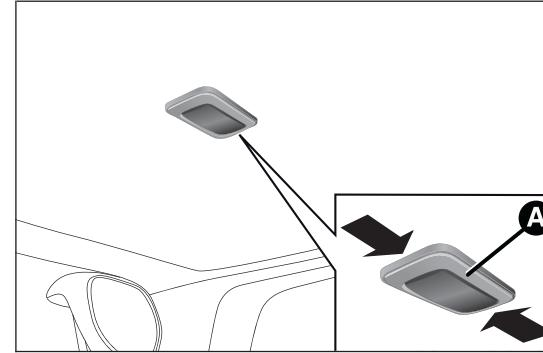

fig. 42
- agire nel punto indicato dalla frecce e rimuovere la plafoniera A fig. 42;
- rimontare la plafoniera A fig. 42 inserendola nella sua corretta posizione prima da un lato e quindi premendo sull'altro lato fino ad avvertire lo scatto di bloccaggio.